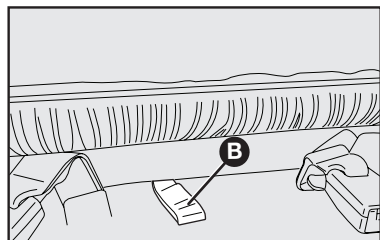
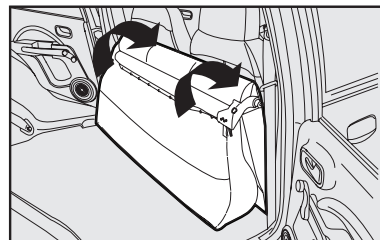

fig. 83
fig. 85
6) Incline hacia adelante el asiento trasero completo, utilizando el tirador **B-fig. 83**, de manera que se obtenga una superficie de carga única **fig. 85**.